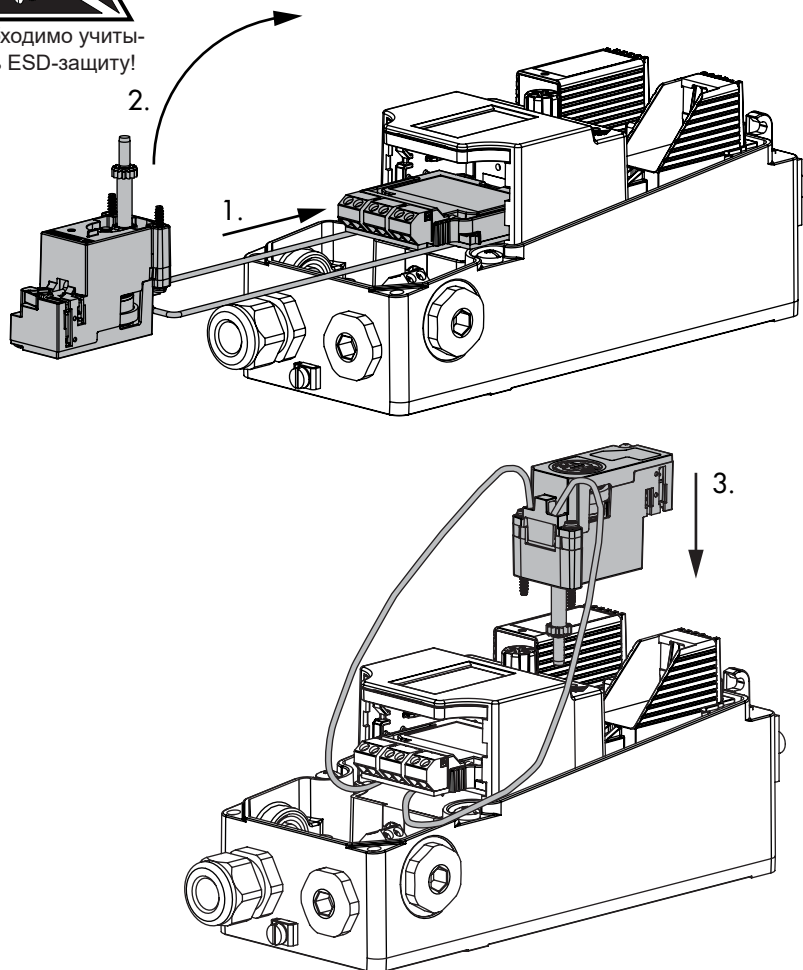

Рис. 5-12: Монтаж аппаратных конечных выключателей
1. Переместите механический узел над дисплеем и установите его согл. Рис. 5-12. Вал шестерни при этом должен быть зацеплён с зубчатым колесом для передачи информации о положении. Если при установке возникнет препятствие из-за неподходящего положения зубчатого колеса, слегка сместите вал шестерни.